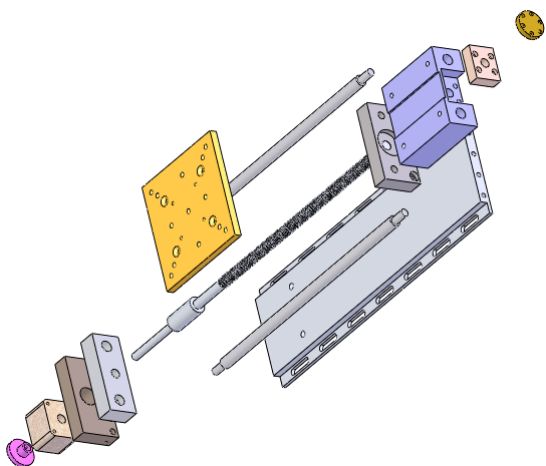

图 11-51 删除爆炸步骤 1 后的视图
- (2) 选择菜单栏中的“插入”→“爆炸视图”命令，系统弹出“爆炸”属性管理器。
- (3) 右击“爆炸步骤”选项组中的“爆炸步骤 1”，在弹出的快捷菜单中选择“编辑步骤”命令，此时“爆炸步骤 1”的爆炸设置显示在“设定”选项组中。
- (4) 修改“设定”选项组中的距离参数，或者拖动视图中要爆炸的零部件，然后单击“完成”按钮，即可完成对爆炸视图的修改。
- (5) 在“爆炸步骤 1”的右键快捷菜单中选择“删除”命令，该爆炸步骤就会被删除，零部件恢复爆炸前的配合状态，删除爆炸步骤 1 后的视图如图 11-51 所示。